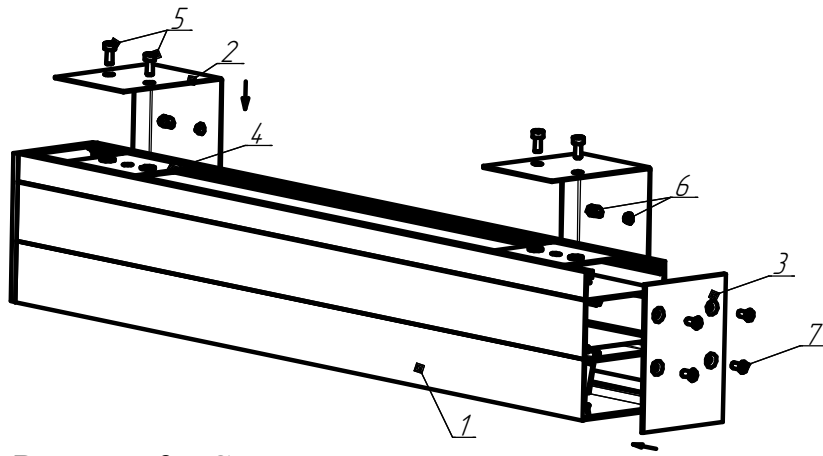

Рисунок 3 - Схема крепления светильника к стене.
5.4. *Установка светильника на стену (см. рисунок 3) :*
5.4.1. Кронштейн для настенного крепления ДПО02 поз.2 (рисунок 3)
установить на стену при помощи саморезов. Затем при помощи винтов поз.5 (рисунок 3) присоединить светильник к кронштейнам.